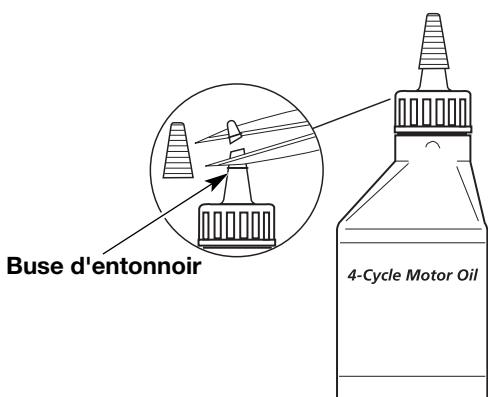

Fig. 16
Votre appareil est livré avec une bouteille d'huile SAE 30 SF, SG, SH de 100 ml (3,4 oz) (Fig. 16).
1. Dévisser le bouchon de la bouteille d'huile et retirez le papier couvrant l'ouverture. Replacez le bouchon. Coupez la pointe de la buse de l'entonnoir (Fig. 16).